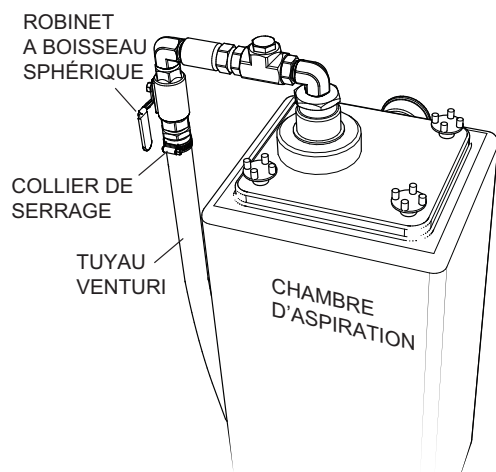

Figure 42. Débranchez le tuyau Venturi
1. Utilisez un tournevis à lame plate, débranchez le tuyau (Figure 42) raccordé au robinet à boisseau sphérique de la chambre d'aspiration.